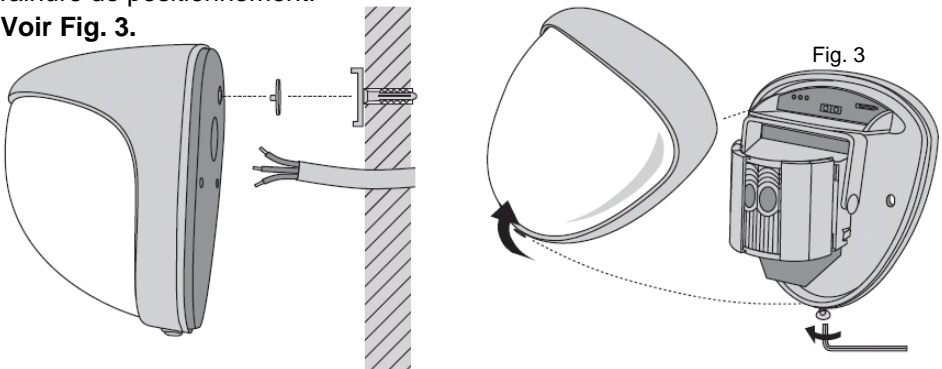
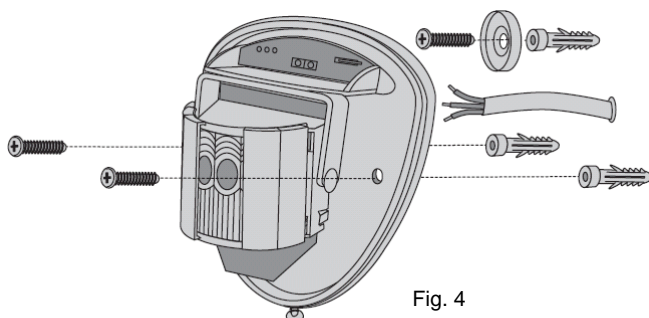
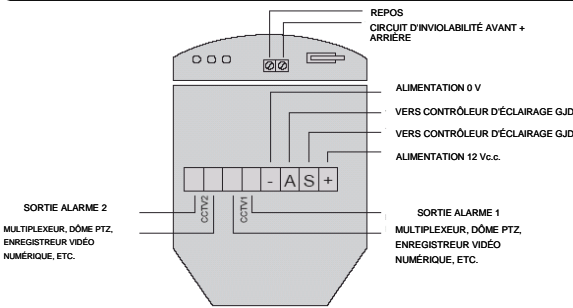

Fig. 2
Fig. 4
Fig. 7
3) Passer un câble d'alarme standard à 12 conducteurs dans l'entrée de câbles ; dénuder les fils et les raccorder au bornier démontable, comme indiqué à la Fig. 7. Vérifier que le doigt d'inviolabilité est correctement placé et que le microcontact d'inviolabilité est fermé, puis visser l'appareil au mur. **Voir Fig. 4 et 5.** Pour faciliter l'installation, l'appareil est fourni avec 2 patins d'inviolabilité supplémentaires. Par rapport au patin monté d'origine, ils sont plus longs de respectivement 1 et 2 mm. Ces patins d'inviolabilité sont simplement montés à force dans le doigt ; pour les déposer, il suffit de tirer progressivement dessus. **Voir Fig. 2.**